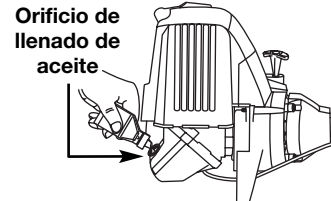

Fig. 2
3. Sostenga la unidad en la posición de funcionamiento. Si es necesario, reubique el mango en forma de D hacia el punto que ofrezca el mejor agarre (Fig. 2).